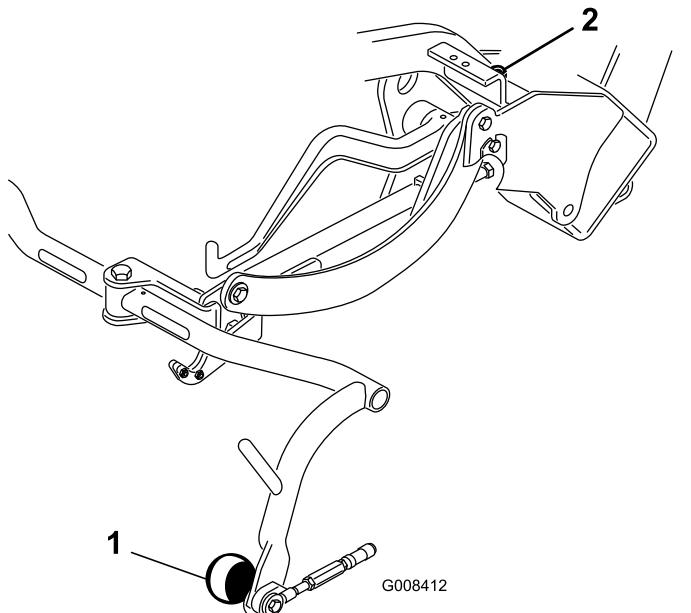

Figura 9
3. Si necesita ajustar la distancia, afloje la contratuerca del tornillo del tope del bastidor de tiro (Figura 9) y gire el tornillo en uno u otro sentido para elevar o bajar el bastidor de tiro. Apriete la contratuerca para afianzar el ajuste.